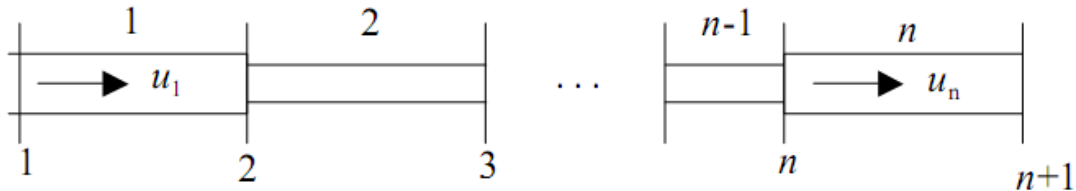

Figura 3.1.
- (a) Considere una tubería horizontal conformada por  $n$  tramos distintos (ver Figura 3.1.) . Sean  $L_i$ ,  $D_i$  y  $f_i$  los valores conocidos de la longitud, diámetro y factor de fricción de cada tramo  $i$ , con  $i = 1, \dots, n$ . Suponga que la tubería es indeformable y que conduce un fluido incompresible en régimen impermanente. Obtenga una ecuación diferencial que permita determinar la variación temporal de la velocidad en el primer tramo de la tubería ( $i = 1$ ) en función de la diferencia de Bernoulli entre las secciones inicial y final de ellas (sección 1 y  $n + 1$ ). Su análisis debe considerar pérdidas friccionales pero puede despreciar las pérdidas singulares.